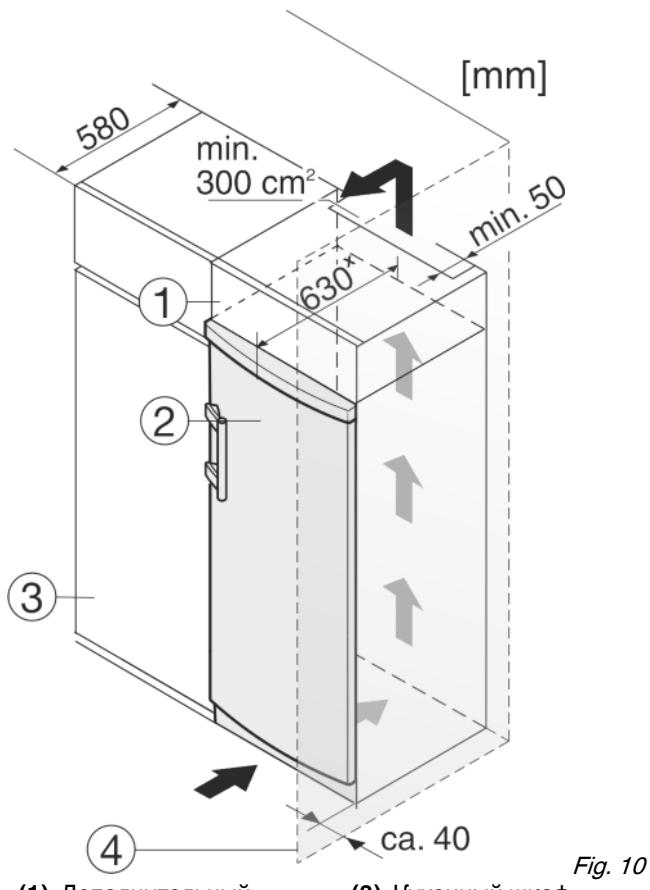

Fig. 10
Если устройство установлено на шарнирах у стены Fig. 10 (4), то расстояние между устройством и стеной должно быть не менее 40 мм. Настолько выступает ручка при открытой дверце.
Устройство может быть окружено кухонными шкафами. Чтобы уравнять устройство Fig. 10 (2) по высоте с кухонной стенкой, можно установить над устройством дополнительный шкафчик Fig. 10 (1).
При комбинировании с кухонными шкафами (глубина макс. 580 мм) устройство можно установить непосредственно рядом с кухонным шкафом Fig. 10 (3). Устройство выступает сбоку на 34 мм и по центру на 50 мм относительно передней стенки кухонного шкафа.